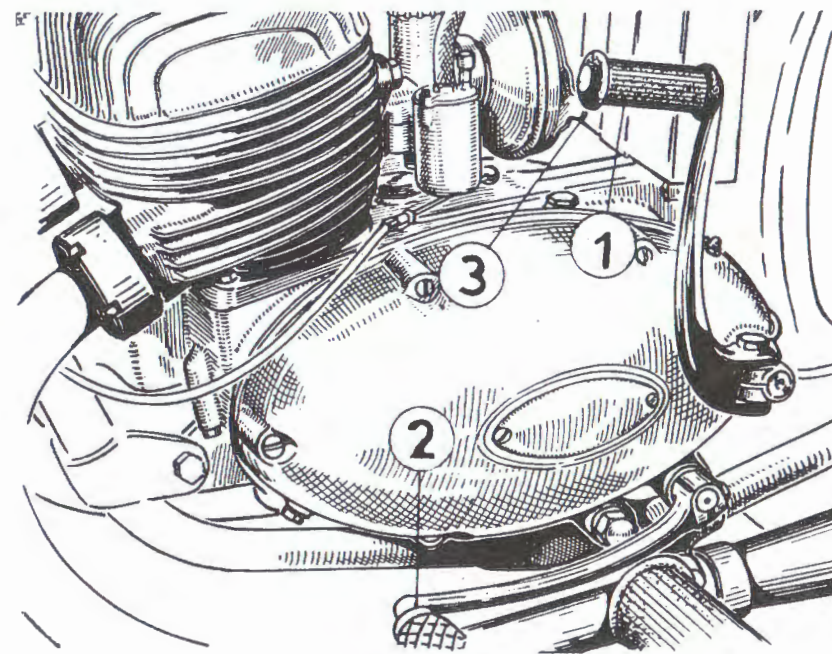

Fig. 3.
4. **De kickstarter** (pedaal voor het aanzetten) is geplaatst aan de linkerkant van de motor. (Fig. 3, nr 1.)
5. **De voetschakelaar**, eveneens links, maakt mogelijk de gewenste overbrengingsverhouding in te schakelen. (Fig. 3, nr 2.)
6. **De hefboom voor de luchtklep**, aan de zijde van het luchtfilter, maakt mogelijk het gasmengsel rijker te maken door de luchttoevoer gedeeltelijk af te sluiten. (Fig. 3, nr 3.)